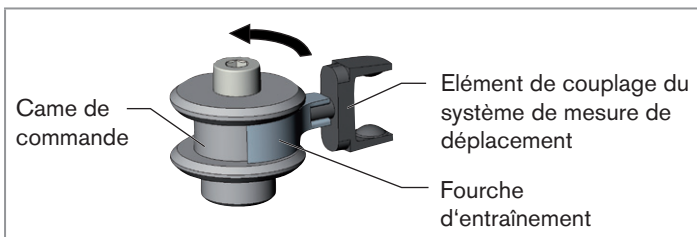

Fig. 3 : Desserrer la fourche d'entraînement
- Desserrer la fourche d'entraînement de l'élément de couplage du système de mesure de déplacement à l'aide d'un tournevis en tournant dans le sens contraire des aiguilles d'une montre (voir „Fig. 3 : Desserrer la fourche d'entraînement“).